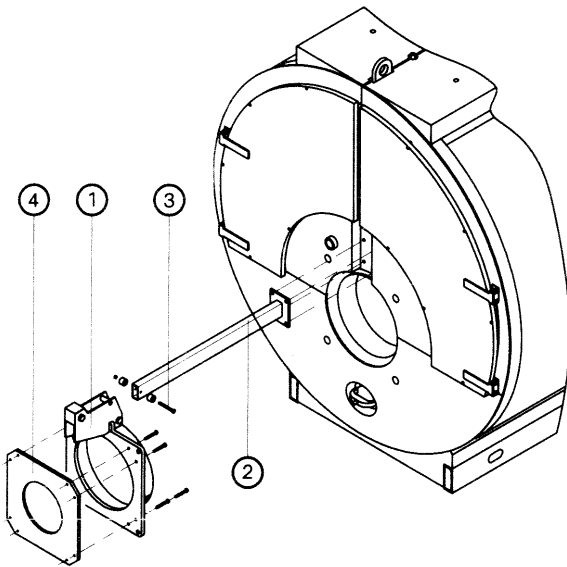

Рис. 3
Плиту горелки ④ для подключения горелки привинтить к горелочной тележке ① (смотри рис. 3 на странице 7).